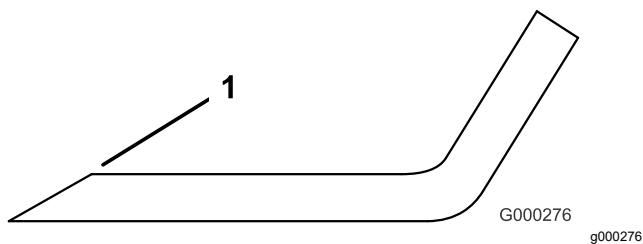

Figura 132
3. Inspecione as extremidades de corte de todas as lâminas e afie-as se apresentarem sinais de desgaste ou ranhuras (Figura 132).
Nota: Afie apenas a zona superior da parte cortante e mantenha o ângulo de corte original para garantir um desempenho eficaz da lâmina (Figura 132). A lâmina manterá o equilíbrio se for retirada a mesma quantidade de metal de ambas as extremidades de corte.